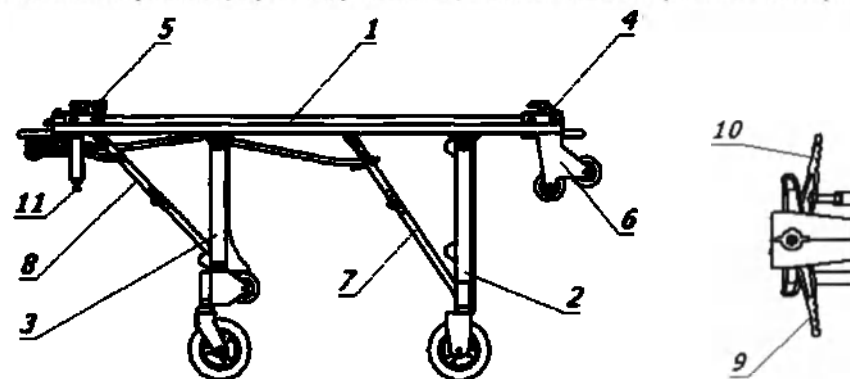
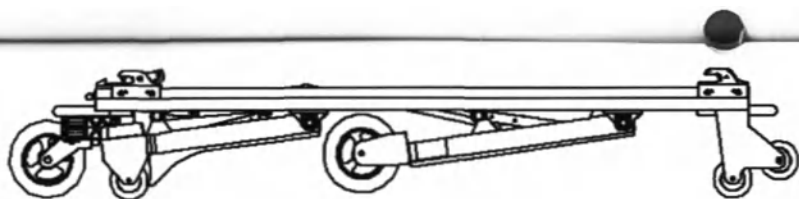

Рис. 1
Рис. 2
6.1 Тележка-каталка – двухуровневая – верхнее положение (шасси разложены) (Рис. 1) и нижнее положение (шасси сложены в транспортное положение) (Рис. 2)
Рис. 1 а
- закатить тележку до упора в переднюю опору, нажать на рычаг 9 рис. 1а (по цвету должен соответствовать наклейке в нижней части рамы колес (зеленый)). При этом должна произойти расфиксация передней рамы ножек и при дальнейшем перемещении тележки передняя опора сложится в направлении противоположном движению;
- при касании задней опоры необходимо нажать рычаг 10 рис. 1а (красный цвет) и до упора закатить тележку;